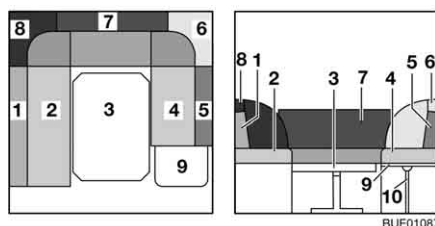

Fig. 108 Durante la trasformazione
- Inserire il puntello (Fig. 108,10) nell'alloggiamento della prolunga del cassone letto.
- Rimuovere i cuscini dello schienale (Fig. 108,1, 5, 6, 7 e 8) e riporli.